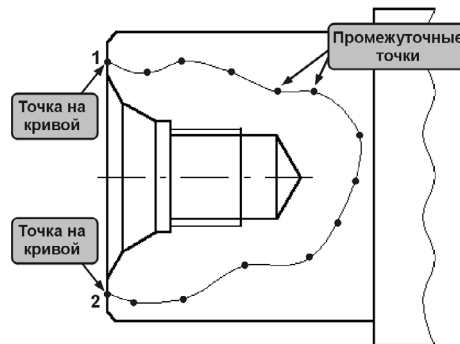

Рис. 21.8. Построение линии обрыва
3. Постройте кривую. Начальную точку 1 и конечную точку 2 обязательно зафиксируйте с использованием привязки **Точка на кривой**. Промежуточных точки достаточно указать «на глаз» (рис. 21.8).